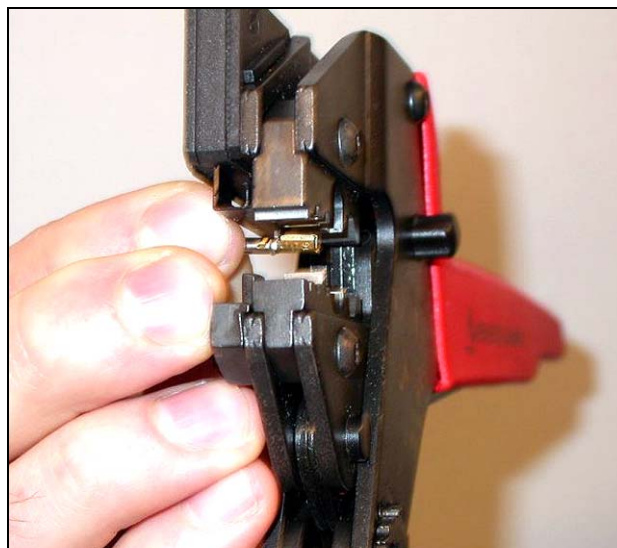
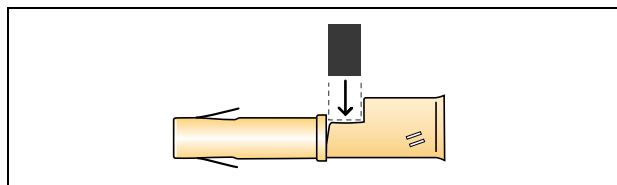

рисунок 30.11: Обжимка гнездового контакта (1)
рисунок 30.12: Позиционирование гнездового контакта
- 10 Поместите оба гнездовых контакта в обжимные клещи (инструмент 3, см. рисунок 30.11). В верхней части обжимных клещей содержится выступ для установки гнездового контакта в необходимое положение в инструменте (см. рисунок 30.12).